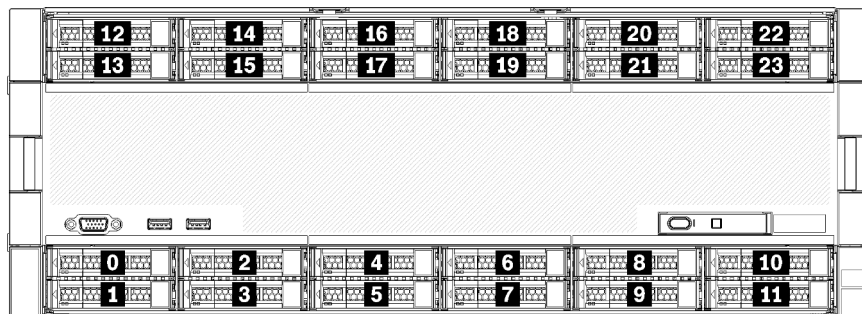

Figure 3. Emplacements des baies d'unité
- Les deux unités supérieures prennent en charge les interfaces SAS, SATA ou NVMe (Lenovo, AnyBay). Le serveur peut prendre en charge jusqu'à 12 unités NVMe, selon la configuration du serveur. Les baies d'unité NVMe compatibles sont les baies paires, comme illustré dans Figure 3 « Emplacements des baies d'unité » à la page 16.